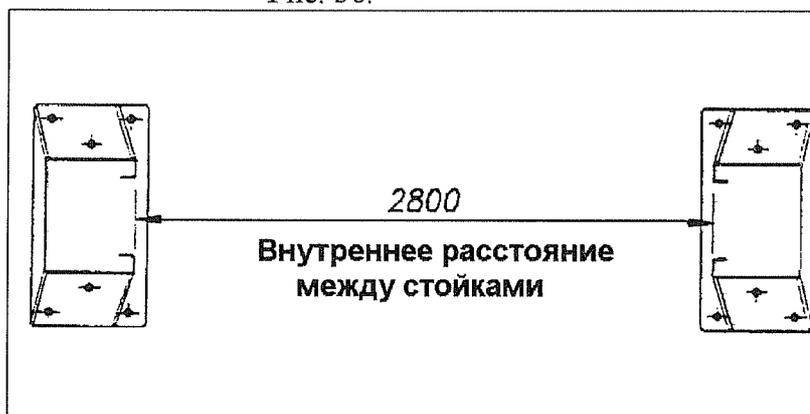

Рис. 38.
8. Поднимите командную стойку и установите ее на расстоянии, как показано на Рис. 38, стараясь установить ее наиболее параллельно командной стойке.